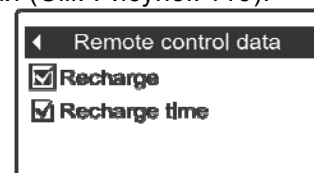

РИС. 119
4. Нажать кнопку ВЫБОР (O) для отображения экрана Данные пульта дистанционного управления (См. Рисунок 119).